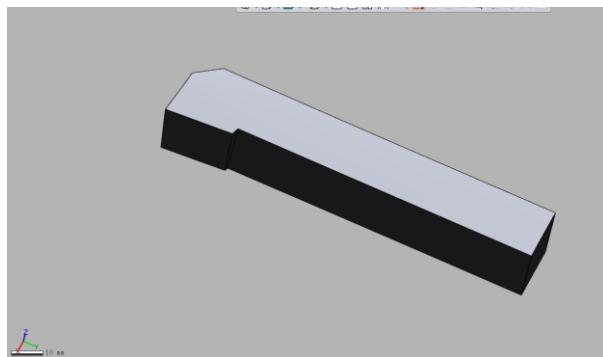

图 4.42 外圆车刀主体实体建模
6) 点击菜单 > 插入 > 曲面 > 实体化, 弹出实体化对话框, 要素: 选择所有片体, 如图 4.42 所示, 点击确定完成外圆车刀主体实体建模, 如图 4.42 所示。